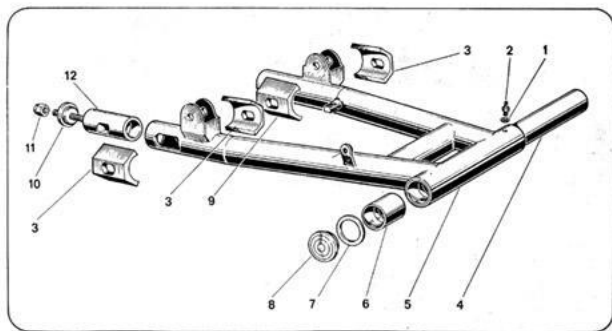

Fig. 21
I pezzi che compongono questo gruppo sono illustrati nella fig. 21 e sono:
Components of this assembly are shown in Fig. 21 as follows:
- 2) Con chiave 13 mm avvitare i due dadi 11 (vedi fig. 21). fino ad avere la giusta tensione della catena.
- 2) With a 13 mm. wrench screw the two nuts 11 (see Fig. 21) until obtaining the correct tension of the chain.